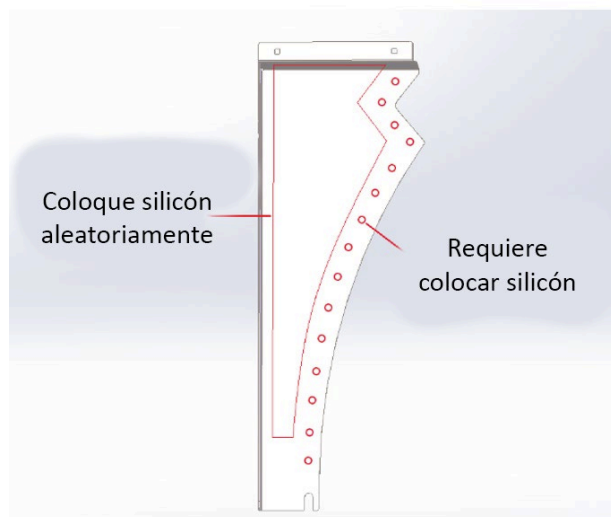

Figura 4 – Colocación de silicón mostrada
7. Coloque una generosa cantidad de silicón en la parte trasera del panel de extensión del capó, como se muestra abajo (ver Figura 4).